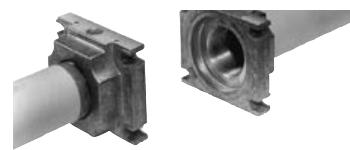

Рис. 13
1. Установить фланец на трубе. Использовать соответствующую газу оснастку (Рис. 13)